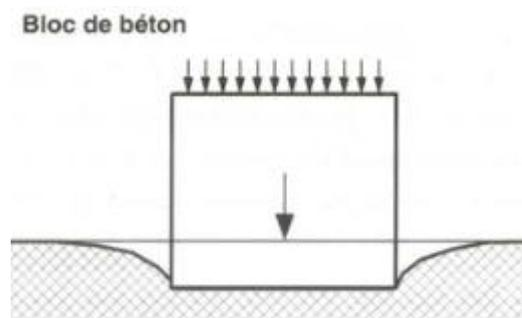

Figure I.1 : Tassement uniforme
- le terrain d'assise ne doit pas tasser ni rompre sous les massifs de fondation. Les tassements tolérés sont des tassements instantanés (n'évoluent pas dans le temps) et uniformes (figure I.1), ils sont de l'ordre de 5 à 25 mm.